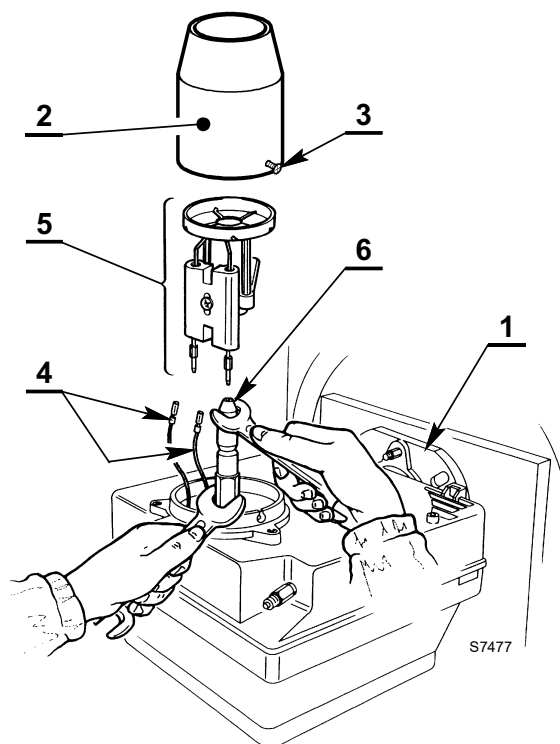
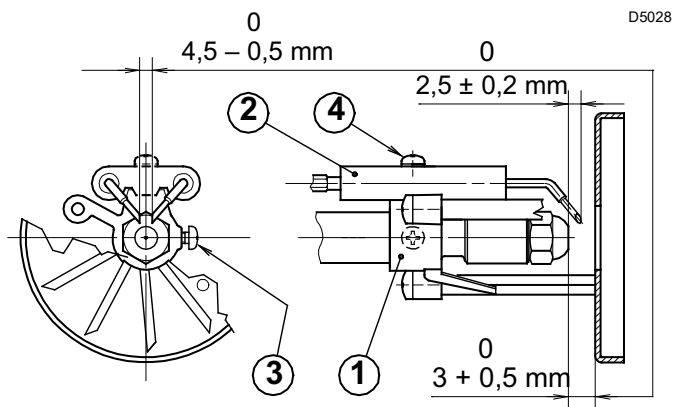

Fig. 12
Fig. 15
- Extraiga el quemador desde generador de calor después de haber quitado la tuerca de fijación a la brida (1).
- Enganche el quemador a la brida (1), quite el tubo llama (2) después de haber aflojado los tornillos (3).
- Extraiga los cables (4) de los electrodos, extraiga del grupo portaboquilla el grupo de soporte del disco estabilizador (5), después de haber aflojado el tornillo (3).
- **Enrosque la boquilla (6) correctamente, apretándola tal como se muestra en la Fig. 12.**
- Cambiar la boquilla, (Fig. 12, en pág. 9) y verificar que los electrodos estén bien colocados (Fig. 15, en pág. 10).